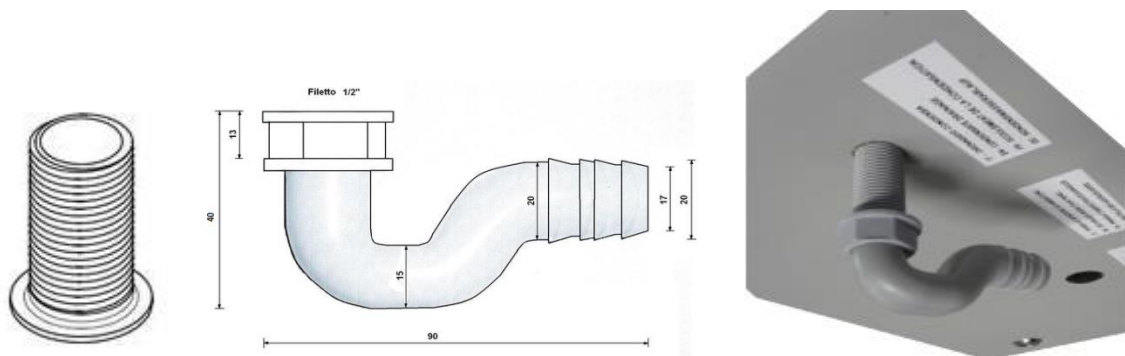
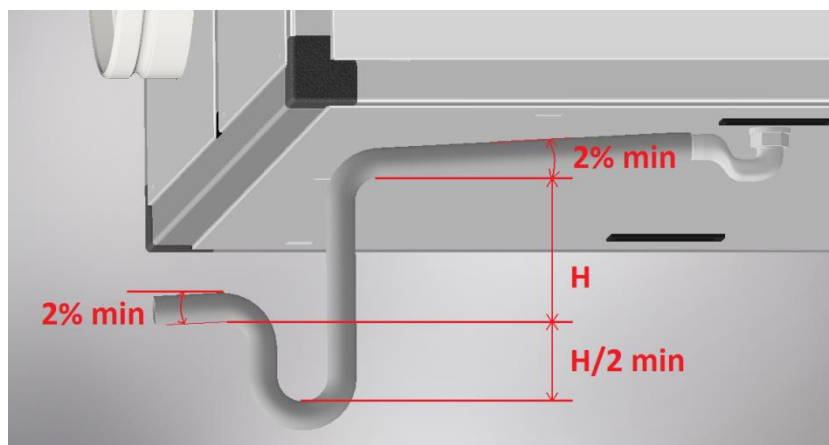

Figura 5 - Immagine del kit di scarico condensa e foto del montaggio sull'unità (è possibile tagliare il tubetto filettato a misura in modo che sporga meno)
Figura 6 - Altezza del sifone di scarico condensa ($H + H/2 + \varnothing$ tubo)
- Installare un adeguato sifone di scarico condensa il più vicino possibile all'unità: in dotazione è fornito un piccolo sifone (vedi Figura 5), il quale ha più una funzione di raccordo che di sifone vero e proprio. Infatti per evitare il risucchio d'aria e quindi il corretto scarico della condensa, è necessario installare/realizzare un sifone con altezza minima come indicato in Tabella 1 e Figura 6; l'altezza (H) minima è calcolata tenendo conto delle condizioni di lavoro standard dell'unità, mentre l'altezza ottimale considera la prevalenza totale del ventilatore (quindi permette un corretto scarico condensa in qualsiasi condizione).